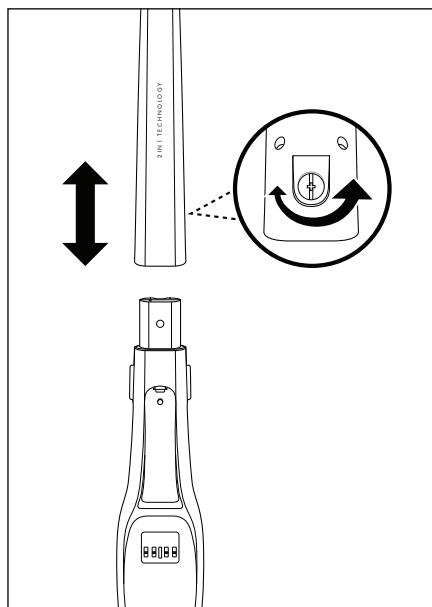

Fig. 1
- 2) Insérez le manche **10** sur le support du manche sur l'appareil. Glissez le manche **10** entièrement sur le support du manche, jusqu'à ce qu'il soit bien fixé sur l'appareil. (Fig. 1).
- 3) Repositionnez la vis **11** dans l'ouverture de vis à l'arrière du manche **10**. Serrez la vis **11** dans le sens horaire avec un tournevis (fig. 1).